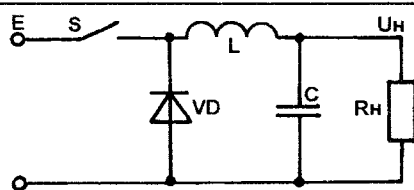

Рис.14
- понижающий — РНІ (рис.14) с индуктивно-емкостной фильтрацией, который имеет импульсное потребление и непрерывную передачу энергии;